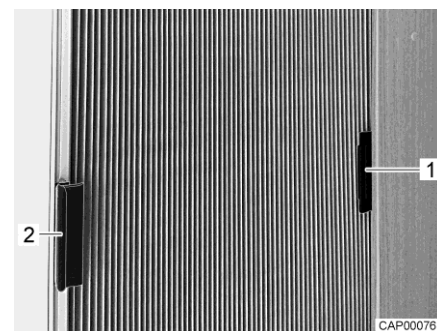

Fig. 8 Estor plegable para la luna lateral (cerrada)
- Insertar el asidero (Fig. 8,1) del respectivo estor plegable en la pieza sobrepuesta (Fig. 8,2). De este modo, el estor plegable estará retenido de tal manera que no podrá cerrarse.